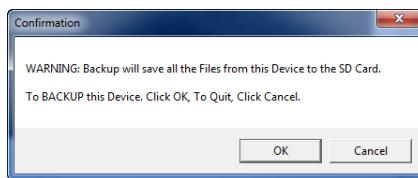

Рис. 7-26 Диалоговое окно Confirmation для подтверждения начала резервного копирования
4. В появившемся окне подтверждения **Confirmation** (см. Рис. 7-26 на стр. 218) нажмите **OK** для запуска резервного копирования.